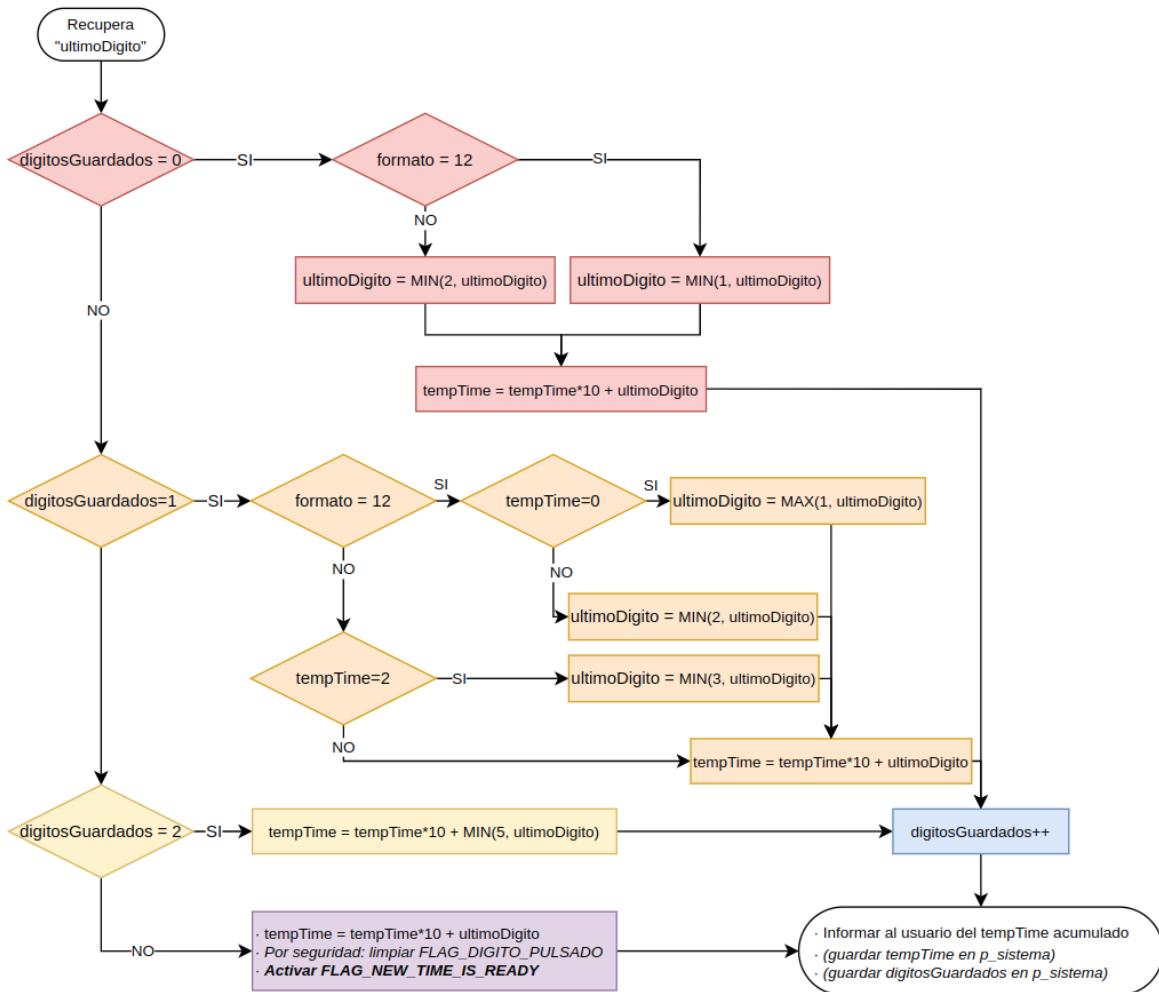

Figura A.1: Diagrama de flujo de la función ProcesaDigitoTime.
5. Implementa el diagrama de flujo de la Figura A.1 para guardar la hora temporalmente (`tempTime`):